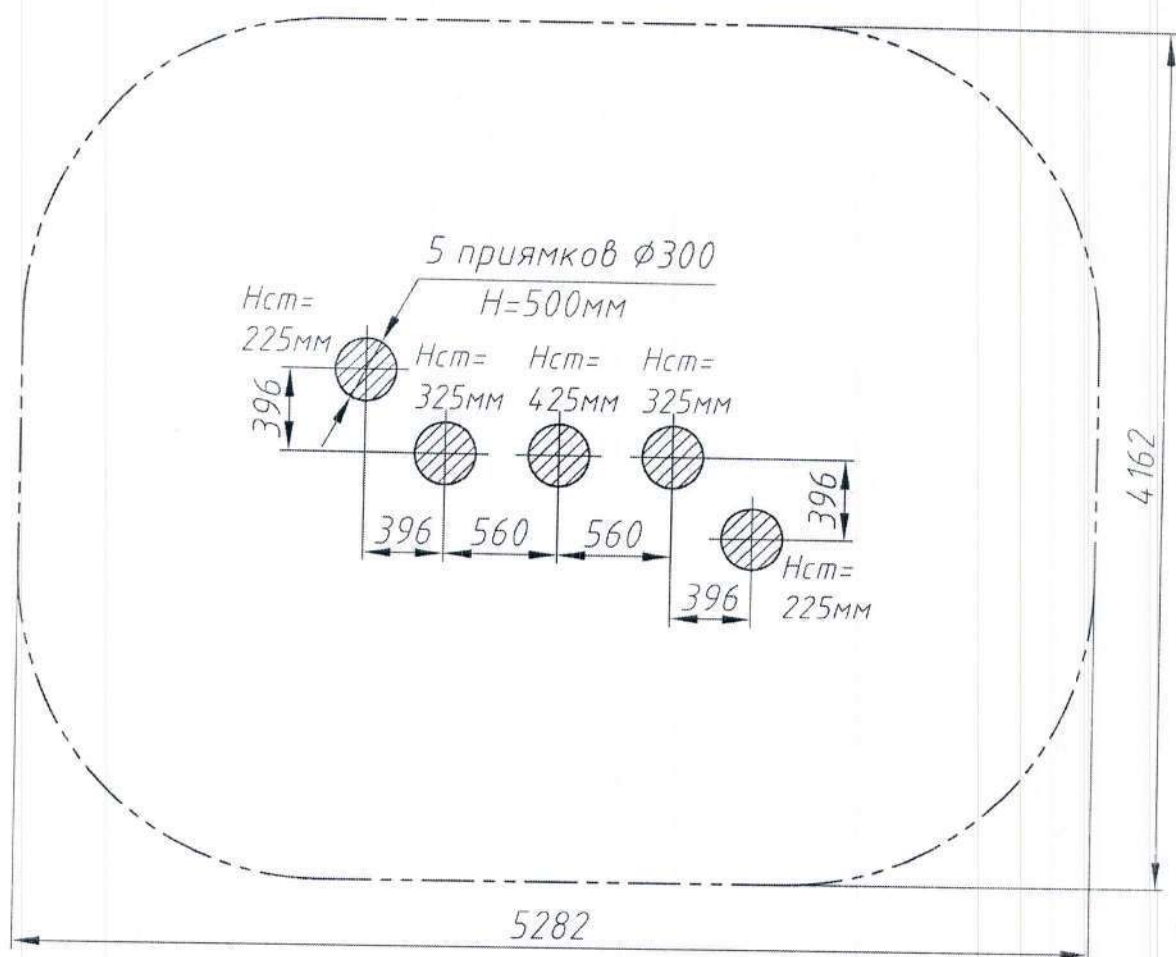

Рис.3 План фундамента Тропинки игровой РТР 069
12.5. Ступеньки Тропинки опустить в заранее подготовленные фундаментные приямки, выставить по нивелиру горизонтальность ступенек, заглубление в грунт - по базовым отметкам заглубления, забетонировать. Фундаментные приямки выполняются в соответствии с планом фундамента (рис. 3).